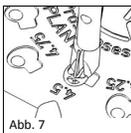
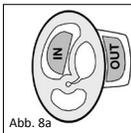

Abb. 7
Abb. 8a
■ **Abb. 7/8** Zum Schließen der Kopfplatte muss das Titan-Schließzängchen (REF 8000 137) verwendet werden! Mit dem Schließzängchen (REF 8000 137) wird der Bügel innerhalb der Prothesenkopfplatte gerade gebogen und somit die Kopfplatte am Schaft der Prothese fixiert (Abb. 7). Dabei ist darauf zu achten, dass die richtige Schenkelseite des Schließzängchens an der entsprechenden Position an der Kopfplatte der Prothese anliegt. „INSIDE“ für innere Seite der Kopfplatte und „OUTSIDE“ für äußere Seite der Kopfplatte (Abb. 8a, 8b).
■ **Fig. 7/8** To close that head plate the Titanium Micro Closing Forceps (REF 8000 137) must be used. The handle inside the head plate of the prosthesis is straightened using the closing forceps (REF 8000 137), fixing the head plate to the shaft of the prosthesis (Fig. 7). When doing this, care should be taken to ensure that the correct side of the closing forceps is in the corresponding position on the head plate of the prosthesis. "INSIDE" for the inside of the head plate and "OUTSIDE" for the outside of the head plate (Fig. 8a, 8b).